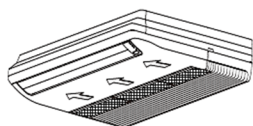

Fig.E3
1. Retirez directement le filtre à air de l'entrée d'air comme indiqué sur la Fig.E3.
3. Réinstallez le filtre à air dans l'ordre inverse de la Fig.E3.